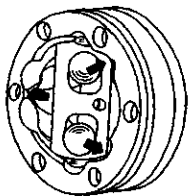

图 3-174 将内星轮
4) 扭转内星轮, 这样内星轮就能转出球笼 (如图 3-174 中箭头所示), 使钢球在与外星轮中的球槽相配合有足够的间隙。